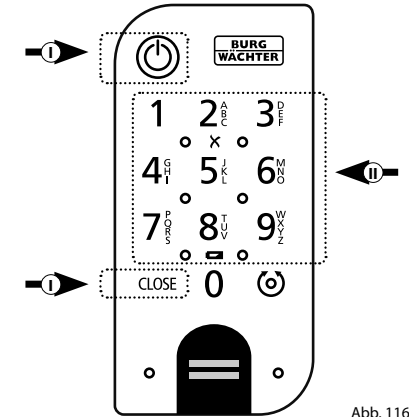

Abb. 116
- 1 Aktivieren Sie die Tastatur, indem Sie entweder die ON-Taste oder die CLOSE-Taste drücken (I) (Abb. 116).